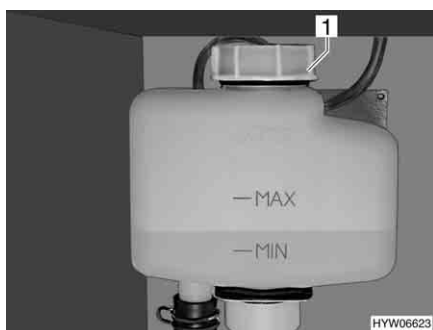

Fig. 136 Vaso d'espansione del riscaldamento ad acqua calda
- Controllare se il livello del liquido nel vaso d'espansione (Fig. 136) è tra la riga del "MIN" e del "MAX".
- Aprire il coperchio (Fig. 136,1) del vaso di espansione.